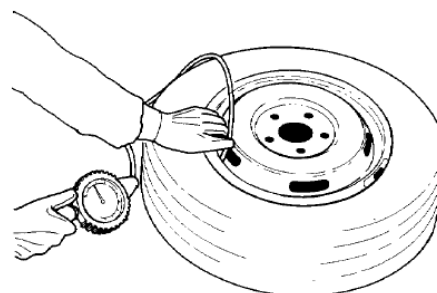

Figura 21
- Ao término da montagem, inicie inflando a câmara enquanto pressiona a válvula para dentro do pneu (Figura 21). Isto é necessário para evitar a formação de bolsas de ar entre a câmara e o pneu.